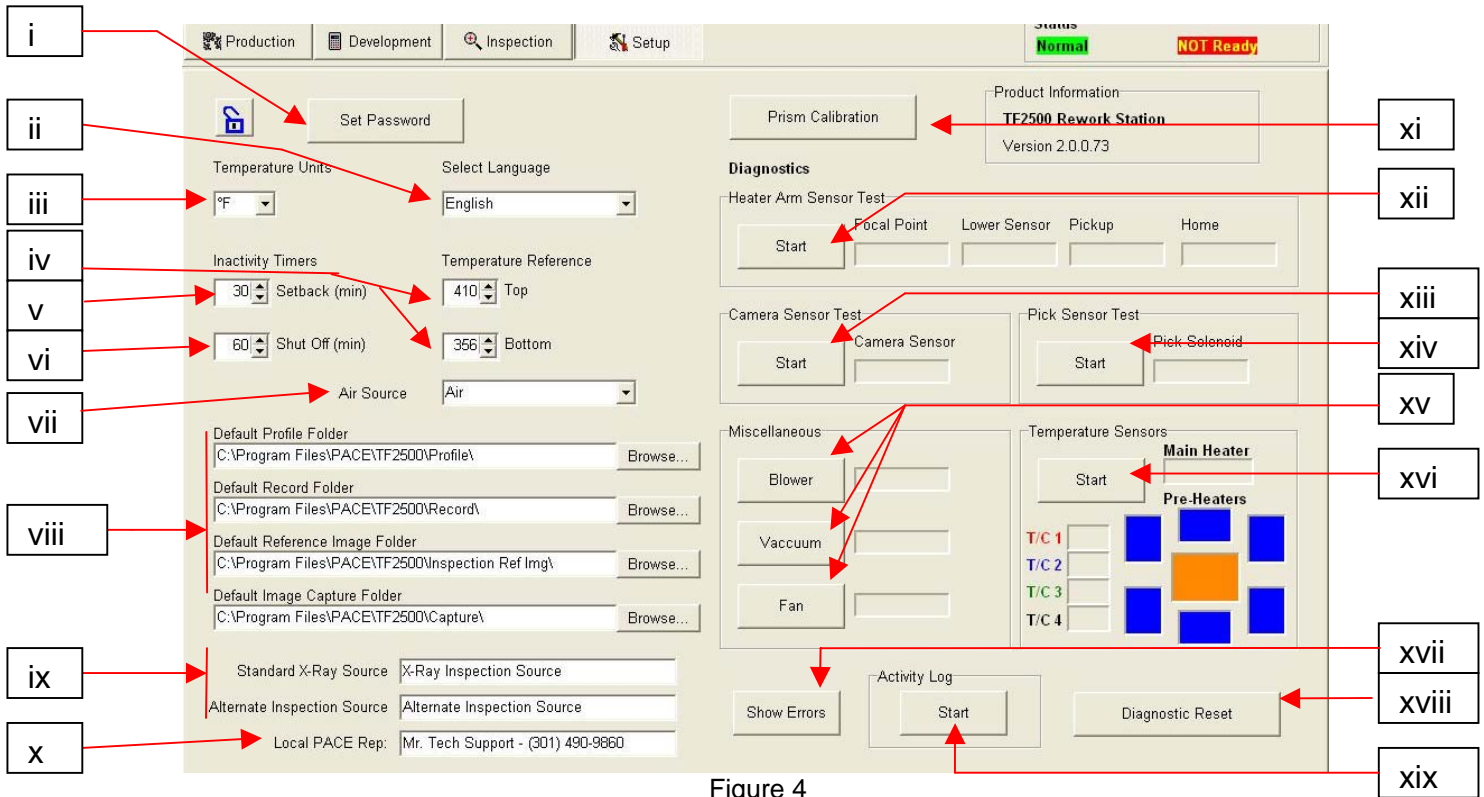

Figure 4
e. Description de l'écran de configuration (Figure 4)